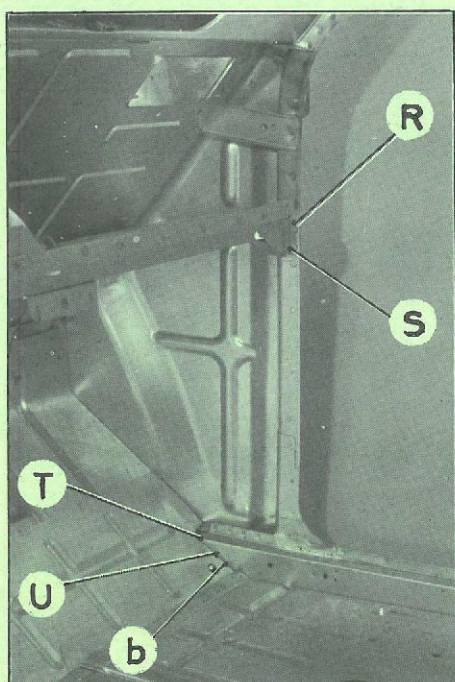

Fig. 5
- RS (fig. 5)
- TU (fig. 5)
- b (fig. 5)